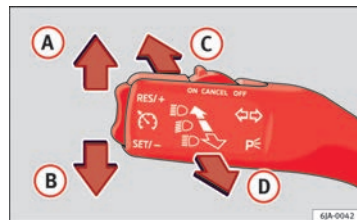

Fig. 58 Palanca de intermitentes y de luces de carretera
- Accione la palanca de intermitentes → fig. 58 hacia el volante pulsándola hacia abajo y manténgala en esta posición.
- Accione la palanca de intermitentes → fig. 58 hacia el volante pulsándola hacia arriba y manténgala en esta posición.
- Desplace la palanca ⇒ fig. 58 hacia arriba (A) o hacia abajo (B).
- Presione la palanca ⇒ fig. 58 hacia adelante en el sentido de la flecha (C).
- Las luces de carretera se apagan volviendo la palanca a la posición original en el sentido de la flecha (D).
- Tire de la palanca ⇒ fig. 58 hacia el volante (punto de presión) en el sentido de la flecha (D).
- Accione la palanca de intermitentes $\Rightarrow$ fig. 58 $\Rightarrow$ página 99 hacia arriba o hacia abajo – se encienden las luces de posición del lado derecho o izquierdo del vehículo.